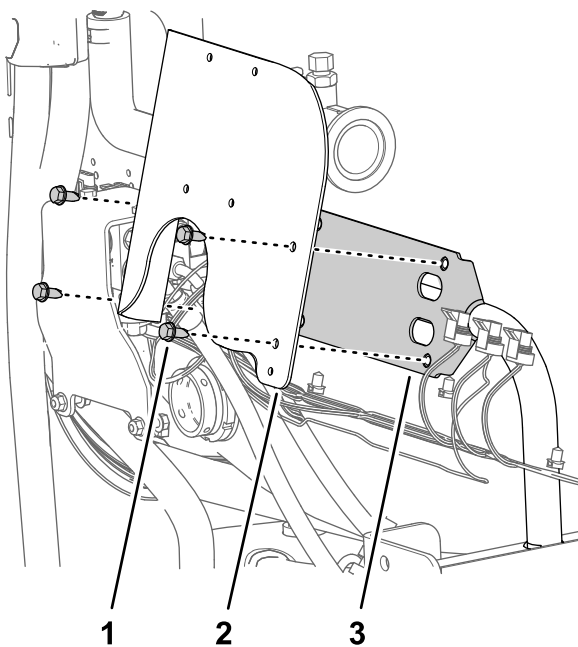

Bild 74
1. Fluchten Sie die Löcher in der Halterung für das Durchflussmessgerät mit den Löchern in der Ventilbefestigung aus (Bild 74).